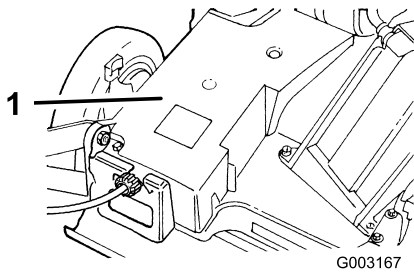

Figura 38
2. Retire los pernos que fijan la cubierta de la correa (Figura 38) a la carcasa del cortacésped.